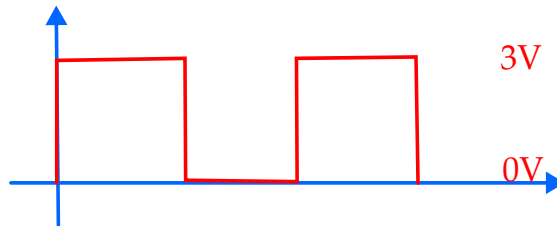

Figura 6: Entrada al sistema de segundo orden THAT .
- d) Ajuste el generador de onda con una señal cuadrada de 10 Hz. Ajuste la tensión del generador en $3V_{pp}$. Ajuste el offset en $1.5V$ para que la señal inicie en cero y sincronice apropiadamente el osciloscopio con **con el acoplamiento de ambos canales en DC!** Debe obtener la señal mostrada en la figura 6